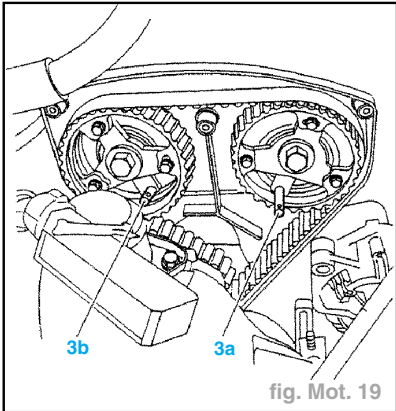

fig. Mot. 19
- Mettre en place les piges (3) réf. **4533 TAC1** et **TAC2** (fig. Mot. 19).
- Piger les moyeux d'arbres à cames, à l'aide des piges (3) (fig. Mot 19).